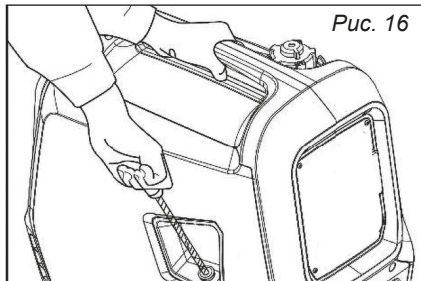

Рис. 16
4. Медленно потяните стартер до ощутимого сопротивления, затем потяните резко (рис. 16).